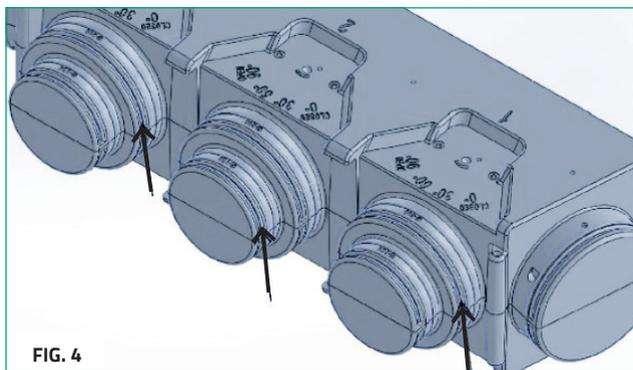

FIG. 4
5. Tagliare i collari in corrispondenza delle scanalature in base al diametro scelto, come indicato con le frecce in Fig. 4, con l'ausilio di un seghetto alternativo o lama a filo caldo. Pulire accuratamente soffiando e aspirando gli sfridi ed i residui per evitare che entrino in circolo nell'impianto e possano causare danni allo stesso.
5. Cut the collars in line with the corresponding groove for the chosen diameter, as indicated by the arrows in Fig. 4, by using a jigsaw or with a hot-wire cutter. Remove by hoovering the scraps and leftovers so that they do not reach the circulation of the system causing damages to the units or to the components of the system itself.